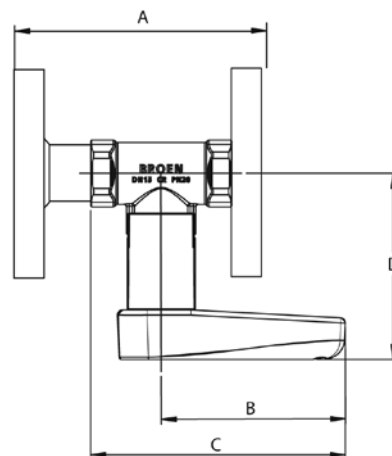

Рис. 19. Клапан БРОЕН Venturi DRV DN 015-050 фланцевый
**Таблица 1.7. Артикулы и установочные размеры для фланцевых клапанов БРОЕН Venturi DRV DN015-050(рис.19):**